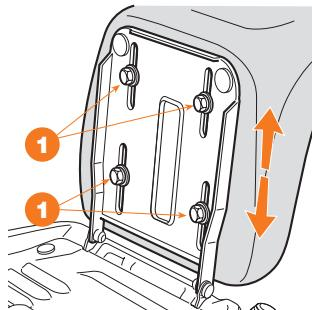

Рис. 9
- Чтобы изменить положение сиденья, необходимо ослабить четыре крепежных винта **1** и переместить сиденье вдоль опорных направляющих (Рис. 9).